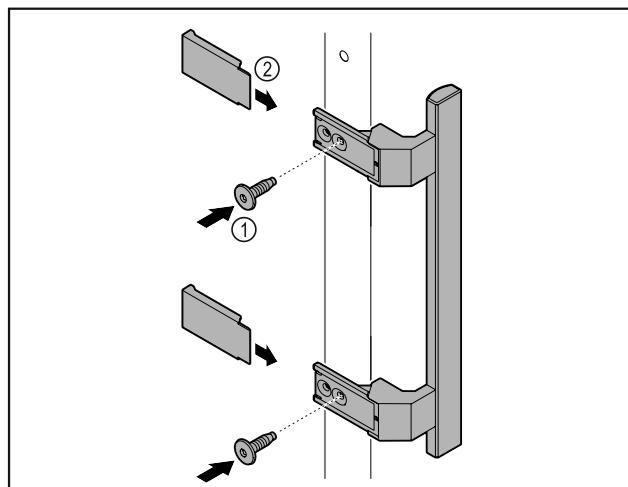

Fig. 7
- ▶ 用随附的螺钉 Fig. 7 (1) 将附件包中的把手安装到门上。
- ▷ 安放盖板 Fig. 7 (2)。